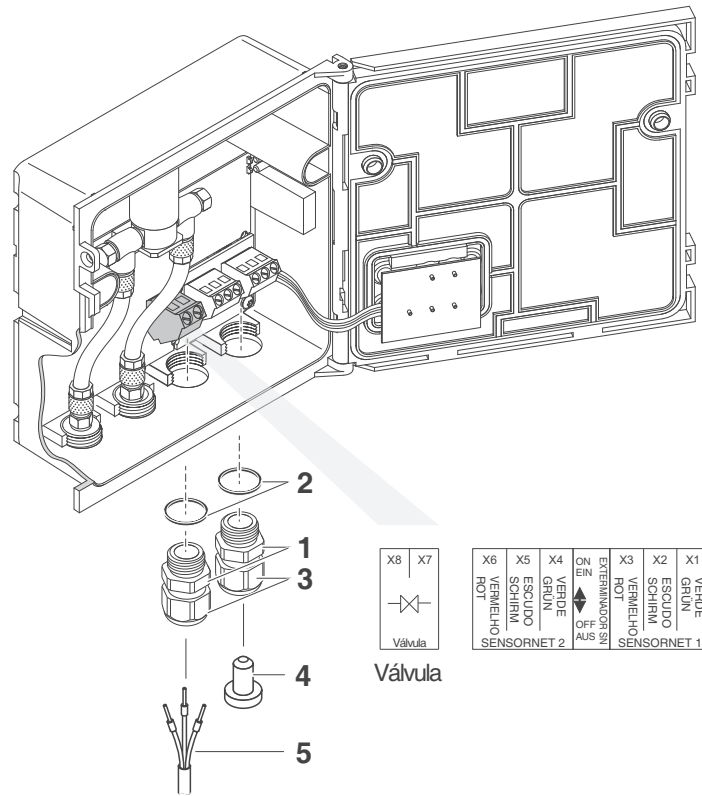

Fig. 3-1 Terminal de aperto da linha de controlo da válvula
- 2 Aparafuse o passacabo (pos 1 em Fig. 3-1) com o anel de vedação (pos 2) na abertura da ligação esquerda.
- 3 Solte o anel de ligação (pos. 3 em Fig. 3-1).
- 5 Ligue os fios da linha de controlo da válvula (pos. 5 no Fig. 3-1) ao terminal de aperto da linha de controlo da válvula. Ao fazê-lo, preste atenção às instruções na etiqueta localizada sob a régua de bornes.
- 6 Aperte o anel de acoplamento (pos. 3 em Fig. 3-1).
Enrosque um passa-cabo com anel de vedação na abertura livre e feche-a com um parafuso francês (pos. 4 em Fig. 3-1).
- 9 Aperte o anel de acoplamento (pos. 3 em Fig. 3-1).